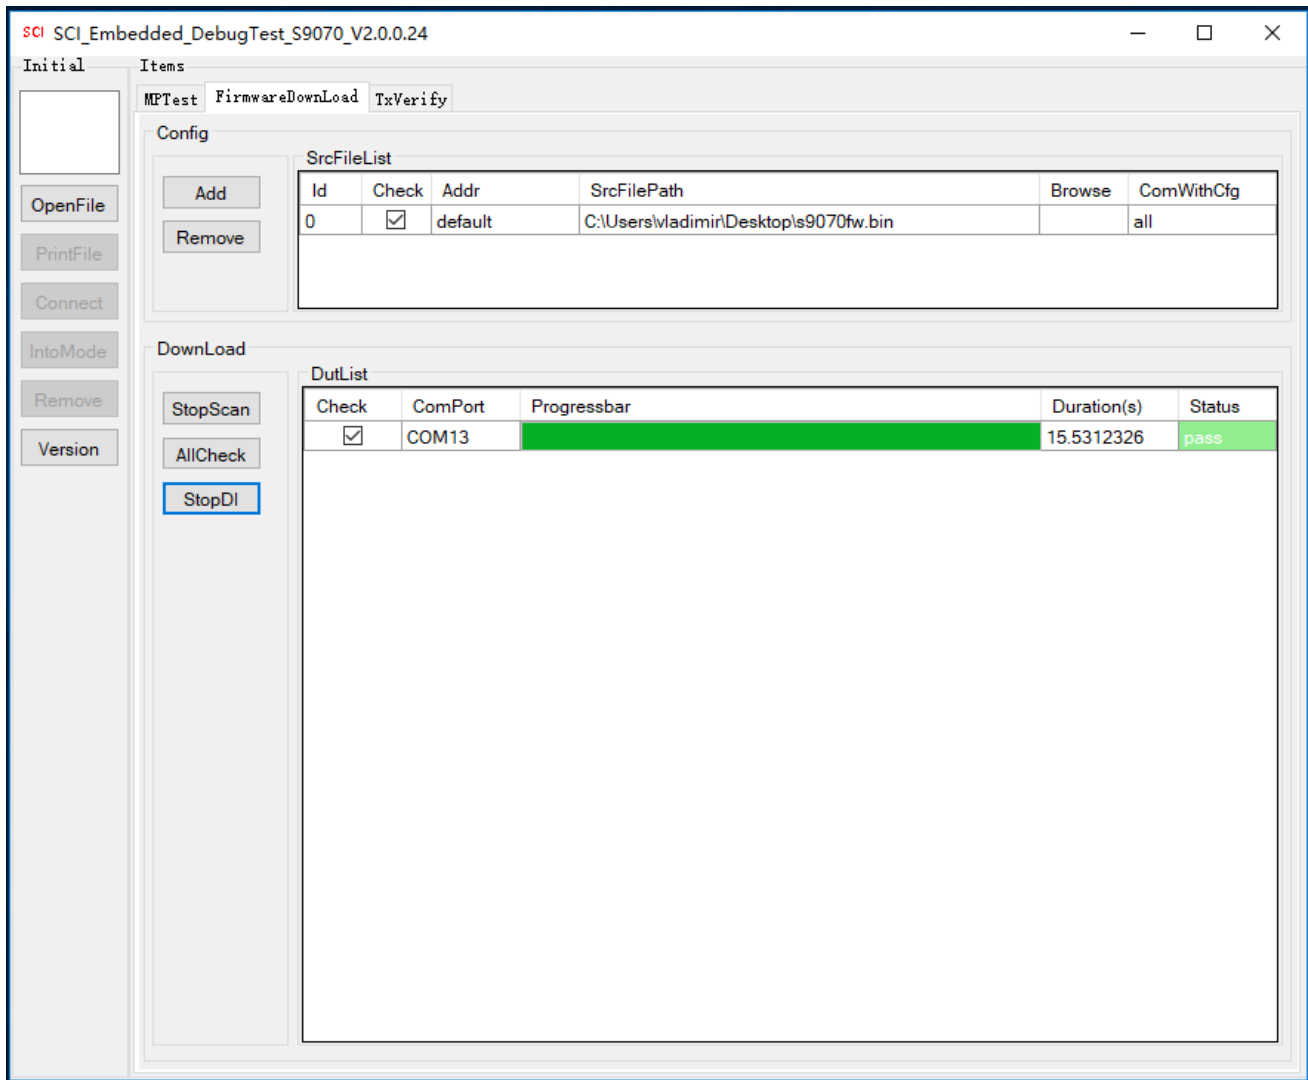

图 4-10
9、下载完成，如图 4-10 所示，下载完成后开发板重新上电可正常使用；
10、如果需要在第二块、第三块开发板上烧录相同的固件，只需要在第一块开发板烧录完成后，保持程序在图 4-10 界面，替换上待烧录的开发板，将开发板通过 USB 线连接 PC 机，然后打开模块电源开关，按住 DOWNLOAD 按键，再按下 RESET 按键，松开 RESET 按键，再松开 DOWNLOAD 按键，进入下载模式，固件会自动下载。下载完成后，模块重新上电即可正常使用。